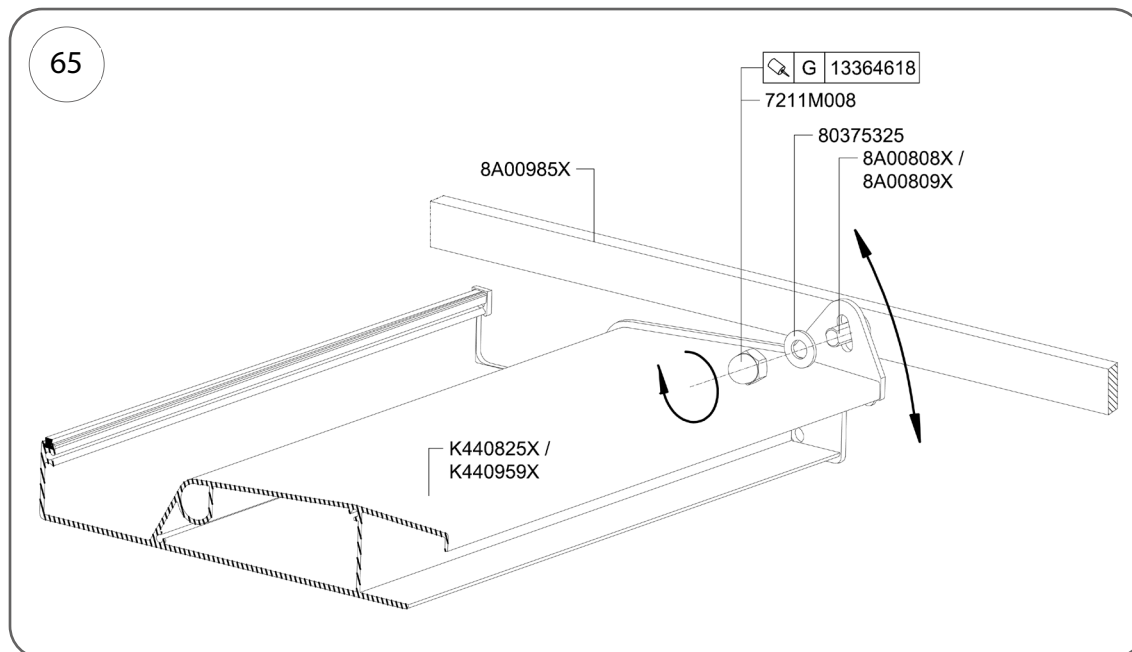

Fig. 65
4. In posizione di chiusura, verificare che i profili delle lamelle siano a contatto tra loro. Correggere eventuali irregolarità del tetto utilizzando il sistema di regolazione mostrato in Fig. 65. Una volta posizionato il tetto, bloccare le lamelle serrando il dado di bloccaggio (cod. art. 7211M008). Applicare sigillante per filettature (cod. art. 13364618) sulla filettatura.